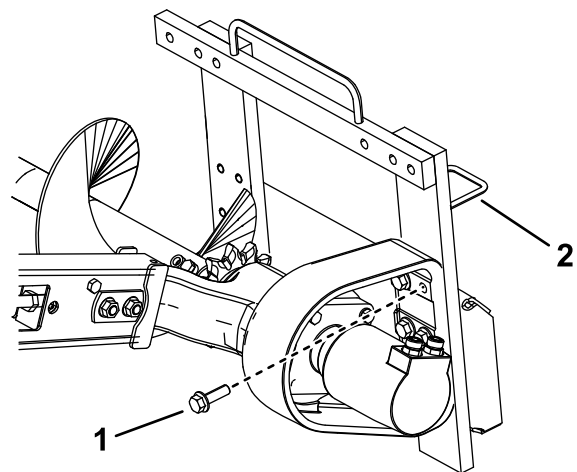

Figura 7
3. Rimuovete i 6 bulloni che fissano il modulo di scavo al telaio (Figura 7).
11. Spostate i tubi dalla rispettiva guida posta sull'estremità della catenaria portandoli sulla guida dei tubi del lato sinistro (Figura 7).